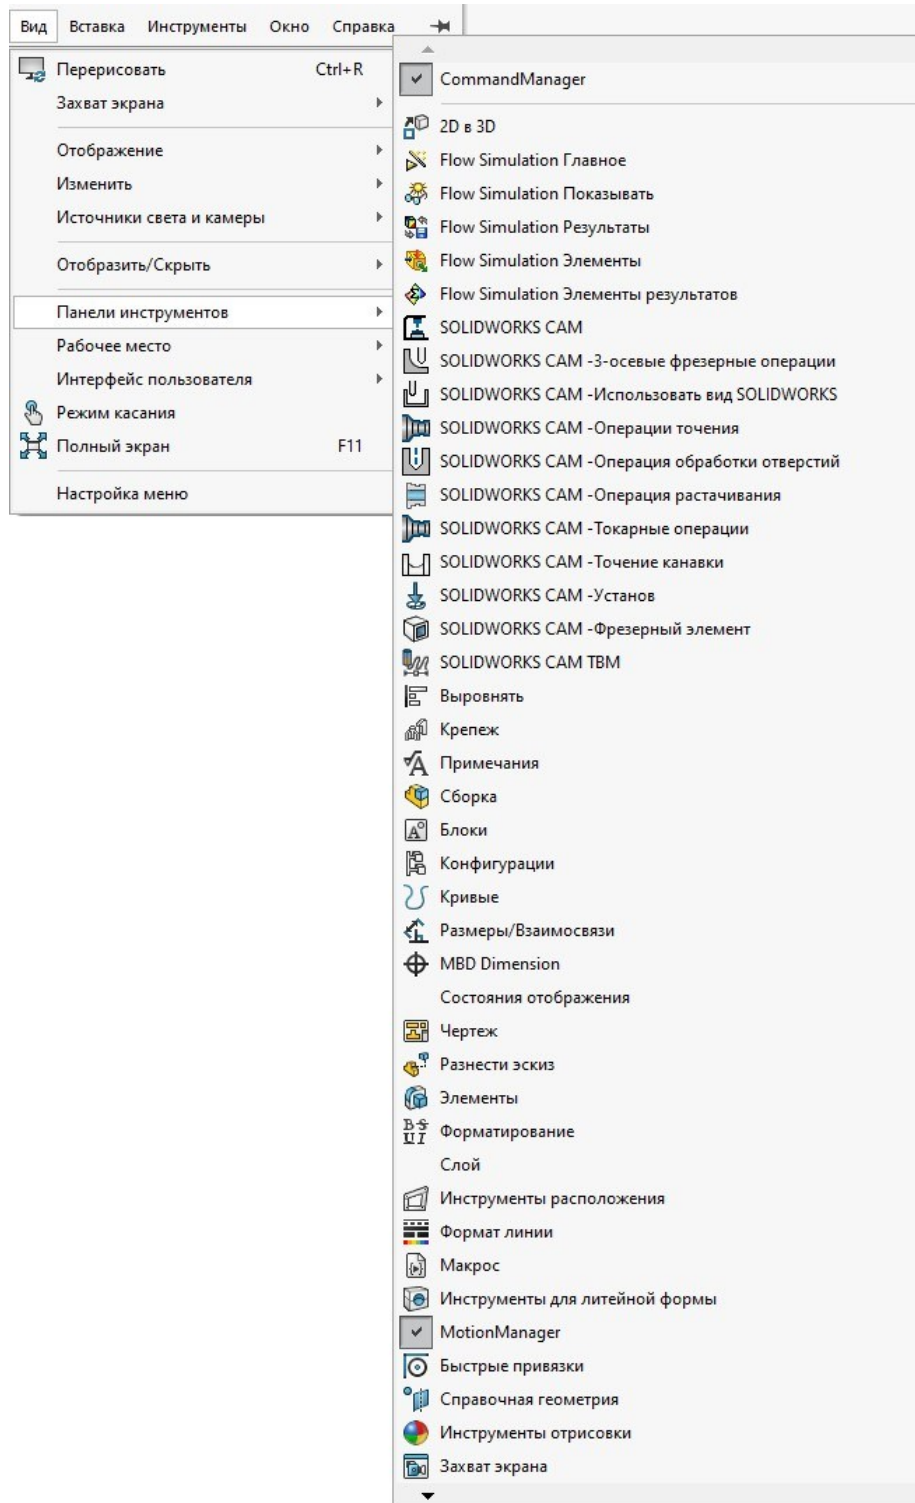

Рисунок 1.2 – Панель інструментів
2. З'явиться перелік всіх панелей інструментів. Панелі інструментів, відмічені галочкою, видні на екрані; а ті, які не зазначені, - приховані (рис.1.2).